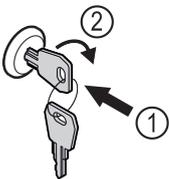

Fig. 110
- ▶ Вставьте ключ Fig. 110 (1).
- ▶ Поверните ключ на 90° по часовой стрелке Fig. 110 (2).